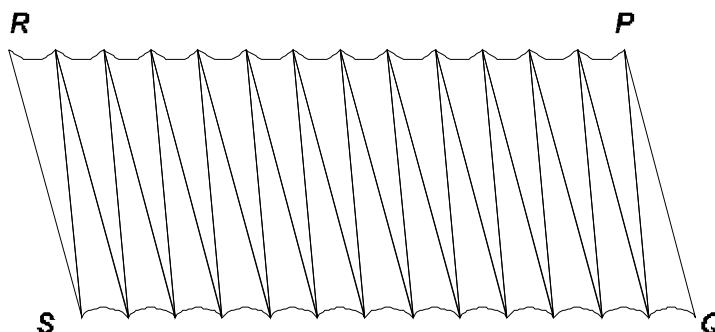
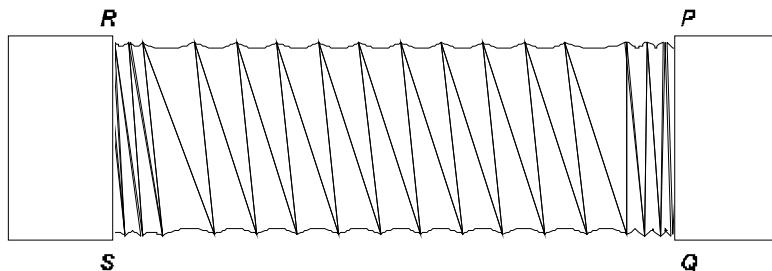

Рис. 6
Рис. 7
- 4 Последняя возможность является наиболее важной! Первые три способа должны учитываться производителем воздуховодов, так как они касались структуры стенки воздуховодов. Последний способ может быть реализован пользователем воздуховода, так как он никак не связан с изменением структуры воздуховода. Так как этот способ может значительно повысить стойкость воздуховода к отрицательному давлению, мы рассмотрим его более подробно. На рис. 6 изображен воздуховод, подверженный эффекту домино.
Как правило, точки **P**, **Q**, **R** и **S** крепятся к установке, подсоединенной к системе вентиляции. Тогда **P** точка должна находиться прямо над **Q**, как **R** над **S**. В действительности, воздуховод на рис. 6 крепится, как показано на рис. 7.